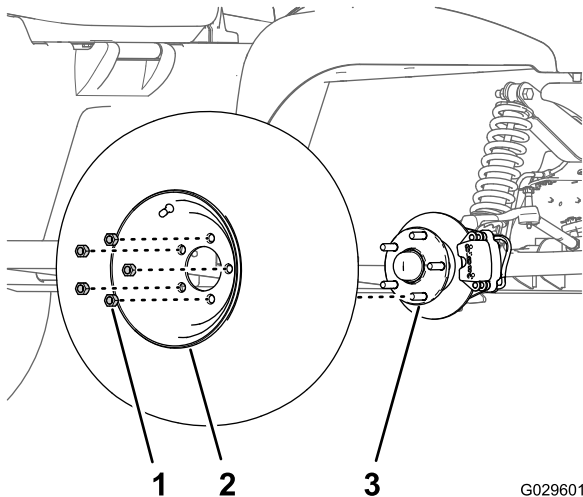

Figura 30
2. Retire as 5 porcas de rodas que prendem a roda ao cubo (Figura 30).
4. Alinhe os orifícios na roda com os pinos do cubo e monte a roda no cubo com a haste da válvula para fora (Figura 30).
5. Prenda a roda ao cubo com as porcas de roda (Figura 30) e aperte as porcas com 108 a 122 N·m.